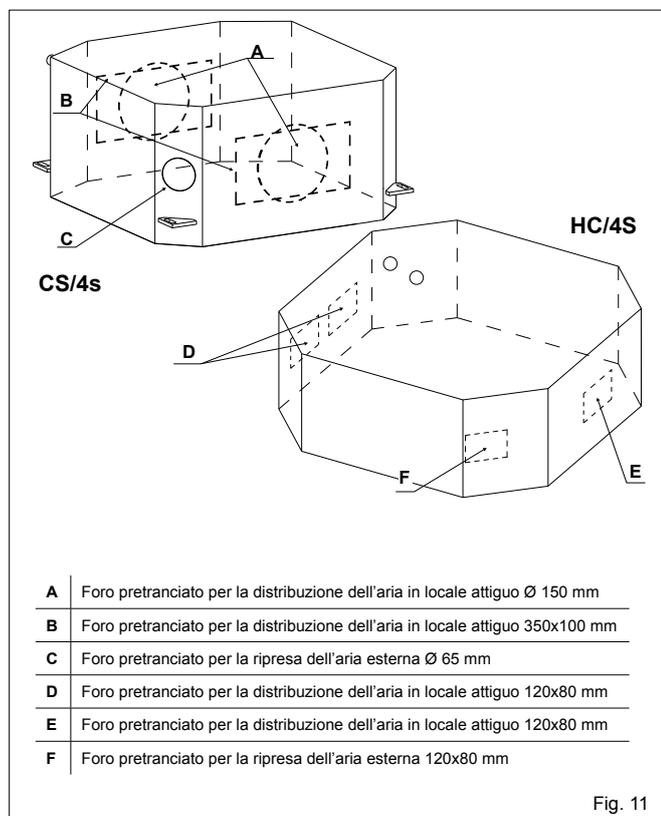

Fig. 11
- 2) Nel caso di installazione con valvole le bocchette d'aria verso il locale attiguo "D" (fig.11) sono inutilizzabili.